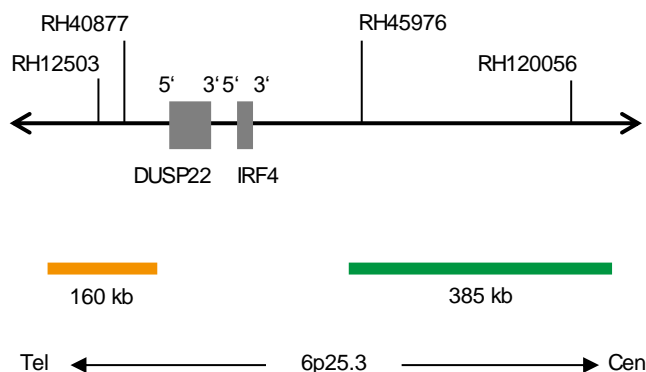

Abb. 1: SPEC IRF4,DUSP22 Sondenlokalisierung (nicht maßstabsgetreu)
- ZyGreen (Anregung 503 nm/Emission 528 nm) markierten Polynukleotiden (~10 ng/μl), die gegen Sequenzen in 6p25.3\* (chr6:557,233-940,968) gerichtet sind, welche proximal zur IRF4,DUSP22-Bruchpunktregion lokalisiert sind (siehe Abb. 1).
- ZyOrange (Anregung 547 nm/Emission 572 nm) markierten Polynukleotiden (~4.5 ng/μl), die gegen Sequenzen in 6p25.3\* (chr6:114,722-273,908) gerichtet sind, welche distal zur IRF4,DUSP22-Bruchpunktregion lokalisiert sind (siehe Abb. 1).